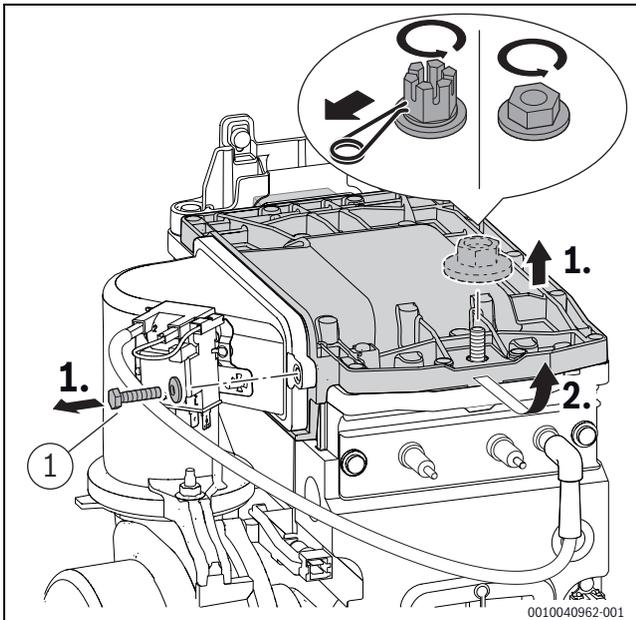

Bild 72 Brennerdeckel ausbauen
- Schraube ([1], Bild 72) am Brennerdeckel mit  $5,5+0,5$  Nm festziehen.